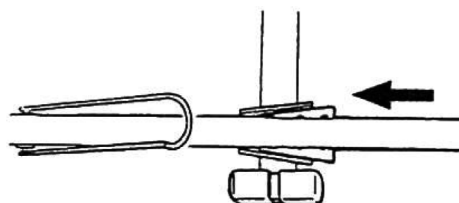

Figura 5
- Apăsați fiecare braț transversal în față în soclu până când fila cu arc de la partea inferioară a brațului transversal se fixează în poziție. (Figura 5)